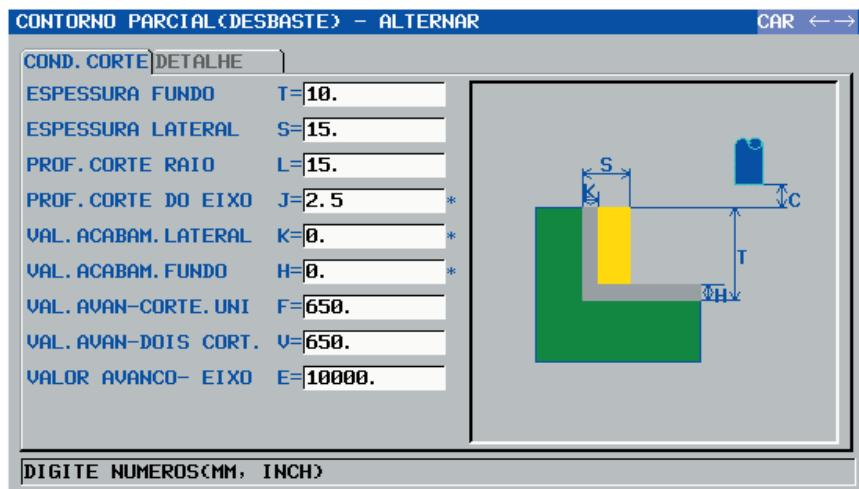

Figura 32 - Janela “COND. CORTE” - Ciclo de Contorno Aberto
- Preencher os campos conforme a figura 32